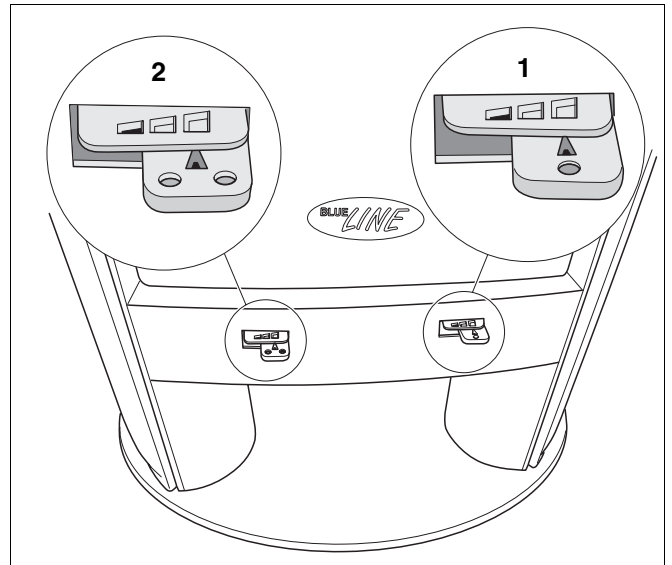

Abb. 20 Primär- und Sekundärluftschieber
Mittels des Primärluftschiebers (Abb. 20, **Pos. 1**) können Sie die Verbrennungsluft (Primärluft) von unten über den Aschekasten und den Rost zum Brennstoff regulieren.
Mittels des Sekundärluftschiebers (Abb. 20, **Pos. 2**) regulieren Sie die Sekundärluftzufuhr, was besonders wichtig zum Spülen der Sichtfensterscheibe ist und zu einer optimalen Verbrennung führt.
- Öffnen Sie die Primärluftzufuhr ganz (Primärluftzufuhr „Auf“) (Abb. 20, **Pos. 1**).